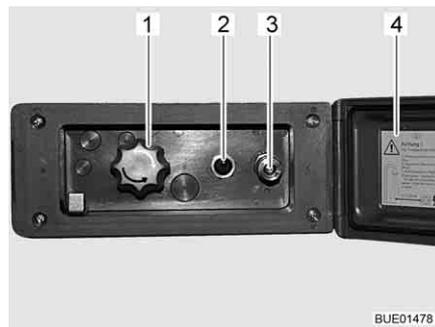

Bild 150 Duschanschluss außen
- Deckel (Bild 150,4) entriegeln und öffnen.
- Schlauch der Außendusche am Schnellverschluss (Bild 150,3) anschließen.
- Wasserpumpe mit Schalter (Bild 150,2) einschalten.
- Wassertemperatur mit Drehknopf (Bild 150,1) nach Wunsch einstellen.
- Wasserpumpe mit Schalter (Bild 150,2) ausschalten.
- Deckel (Bild 150,4) schließen und mit Schlüssel verriegeln.
- Drehknopf (Bild 150,1) auf Mittelstellung stellen.